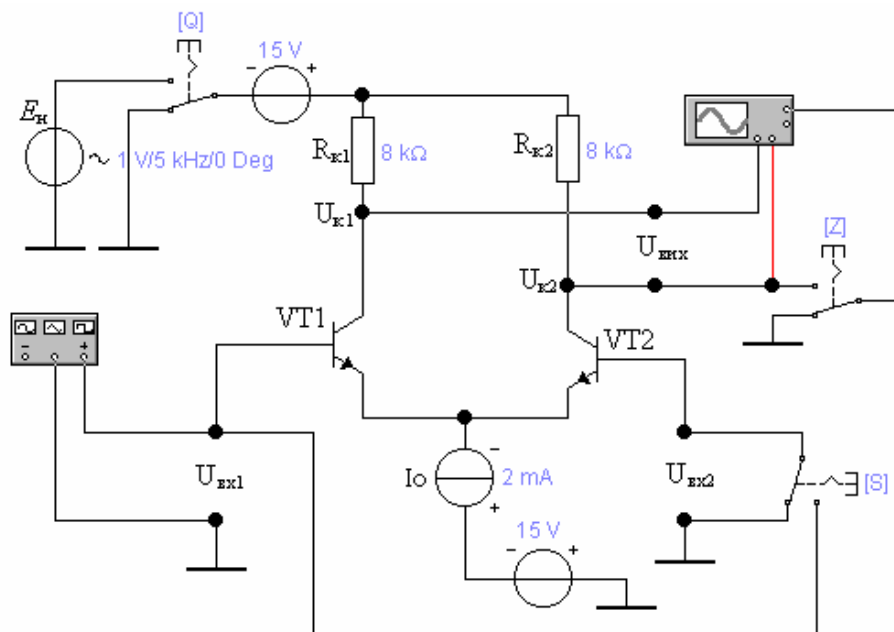

Рисунок 7.8 — Схема дослідження диференційного каскаду з резистивним навантаженням
4.12.1 Відкрити файл «ДК рез» (рис. 7.8).
- 4.13.1 Відкрити файл «ДК рез» (рис. 7.8).
- 4.14.1 Відкрити файл «ДК рез» (рис. 7.8).